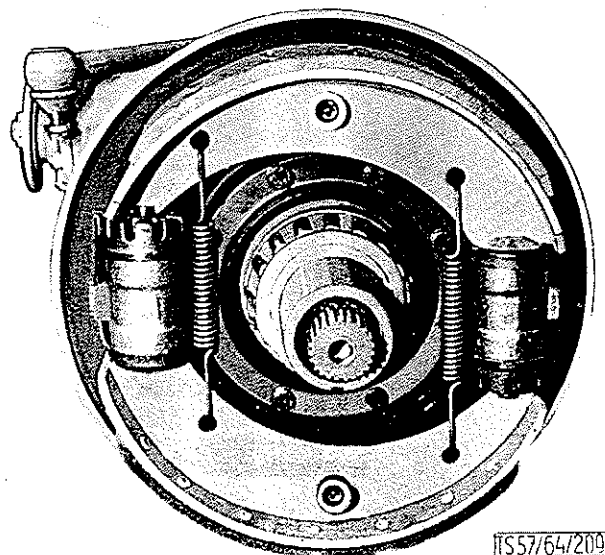

BILD 19: Lage der rechten Bremsbacken
3. Die Doppelgelenkwellen (Bild 19) nicht zerlegen, sondern in einer Vertragswerkstätte der Firma GWB instandsetzen lassen.